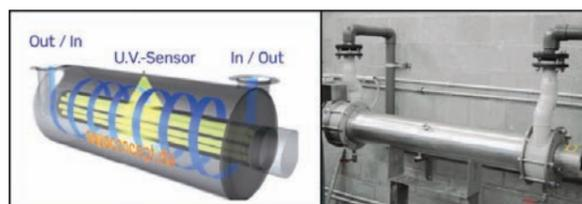

Abb. 6
- **Microlight®**: die Durchlaufentkeimung mit optimierter und patentierter Strömungshydraulik (Abb. 6). Die im Reaktor optimierten Strömungsverhältnisse gewährleisten eine „homogenisierte“ UV-Bestrahlung und erlauben dadurch wirksame UV-Desinfektion auch bei sehr hohen SAK (Spektraler Absorptionskoeffizient) Werten.